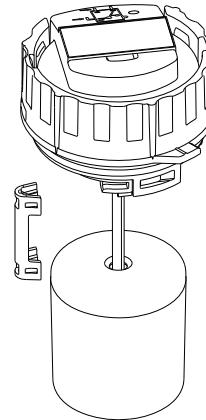

Рис. 1 Поплавковый выключатель без трубы
- Удалить или установить проставку на валу поплавкового выключателя, чтобы изменить уровень пуска. См. рис. 1.